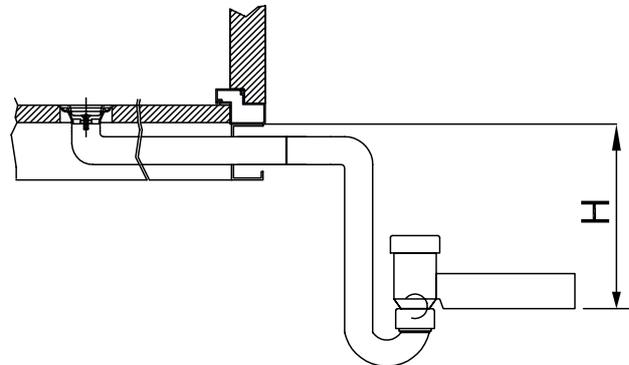

Bild 35
- Bitte beachten Sie, dass die Verrohrung von der Auffangschale unter den Plattenwärmetauschern unterhalb der Sektion verläuft - siehe Abbildung 35.